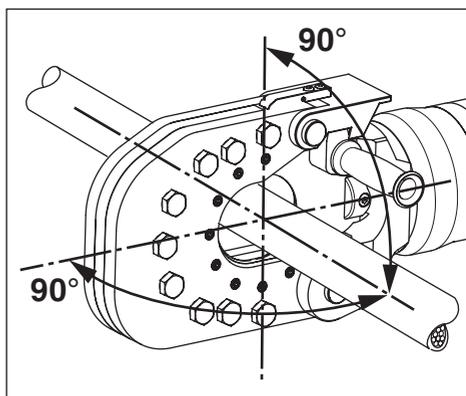

Figura 9, Posizionamento del materiale nella testa di taglio
Posizionare il materiale da tagliare tra le lame del tagliacavi in maniera tale che risulti perpendicolare all'asse dello stelo, come illustrato nella figura 9. Questo assicurerà un taglio di massima qualità, ponendo al contempo il minor carico possibile sull'attrezzo.
5. Assicurarsi che il materiale sia posizionato in perpendicolare rispetto all'asse del pistone, come mostrato nella figura 9. Per maggiori informazioni, fare riferimento alle istruzioni contenute nella sezione 8.5.